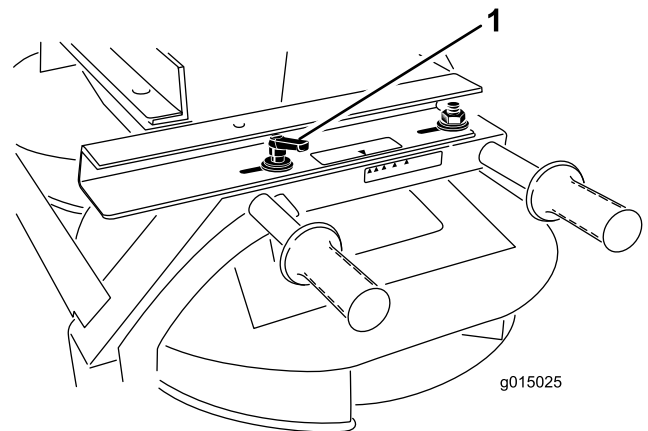

Bild 32
1. Lösen Sie den Griff an jeder Seite des Doppel-Tellerstreuers (Bild 32).